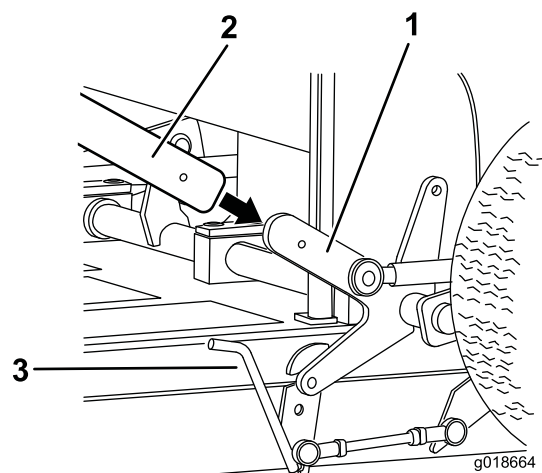

Figura 9
1. Pulite l'area intorno al tappo del serbatoio del carburante e togliete il tappo (Figura 9). Quando si utilizza benzina senza piombo (minimo 87 ottani), riempite il serbatoio del carburante a circa 25 mm dal bordo del serbatoio per consentire l'espansione del carburante.
- B. Fate scorrere la barra sull'aletta sul lato sinistro del gruppo del braccio di sollevamento e fissate con un acciarino (Figura 9).